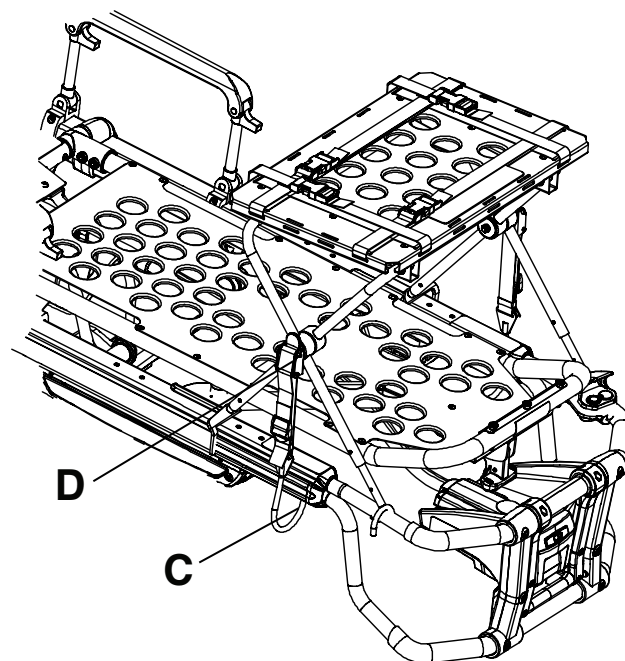

Figure 19 – Positionnement du crochet de verrouillage (modèle 6506 illustré)
6. Placer le crochet à clapet (C) sous le cadre du plan de couchage ou sur la fixation côté pieds et pousser la patte (D) vers le haut jusqu'à ce qu'elle s'enclenche en place sur un côté en émettant un clic (Figure 19). Répéter pour l'autre côté.